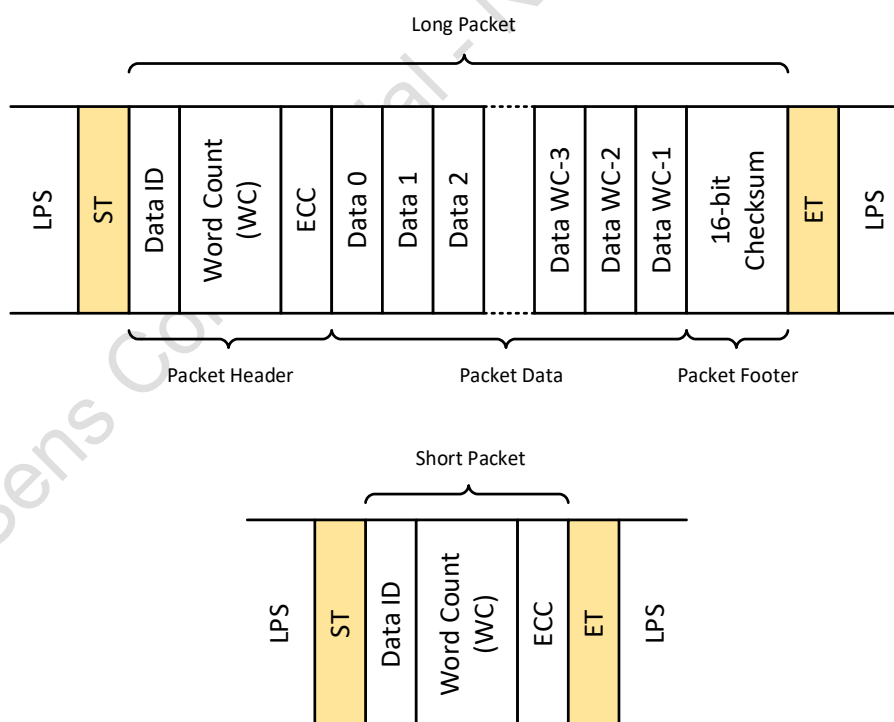
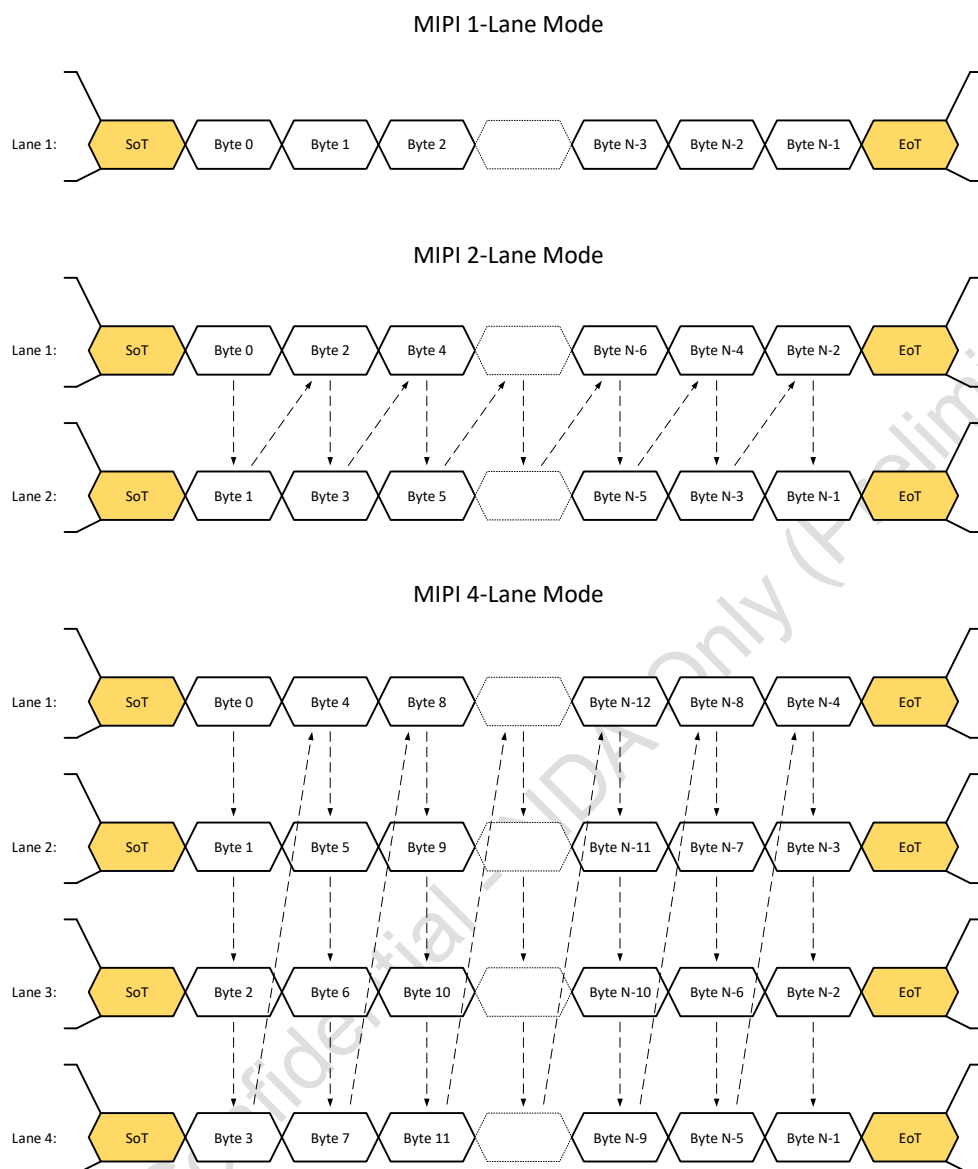
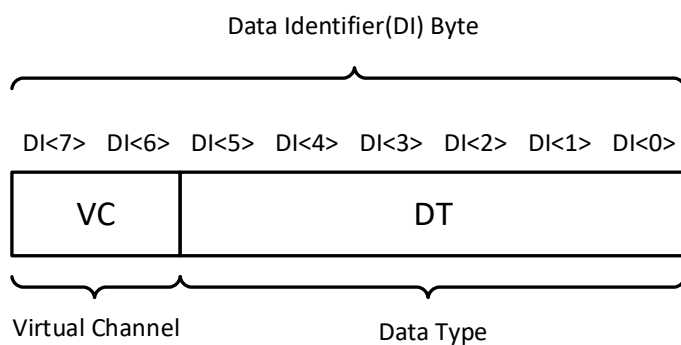

图 1-11 MIPI 长/短数据包结构示意图
图 1-12 MIPI 1/2/4 Lane 模式数据包传输示意图
图 1-13 MIPI 数据包 DI 结构
图 1-11 展示了 MIPI 长、短数据包结构示意图。其中数据标识 DI(Data Identifier)用来区分不同的数据包类型。图 1-12 展示了 MIPI 工作在 1lane、2lane 和 4lane 模式下的数据包传输示意图。图 1-13 中，DI 包括两部分，分别是虚拟通道 (VC) 和数据类型 (DT)。默认情况下，Sensor 给出的 MIPI 数据 VC 默认值是 0，而 DT 值如表 1-7 所示。
- 2) 1lane、2lane 及 4lane 模式的数据结构与图 1-12 一样。